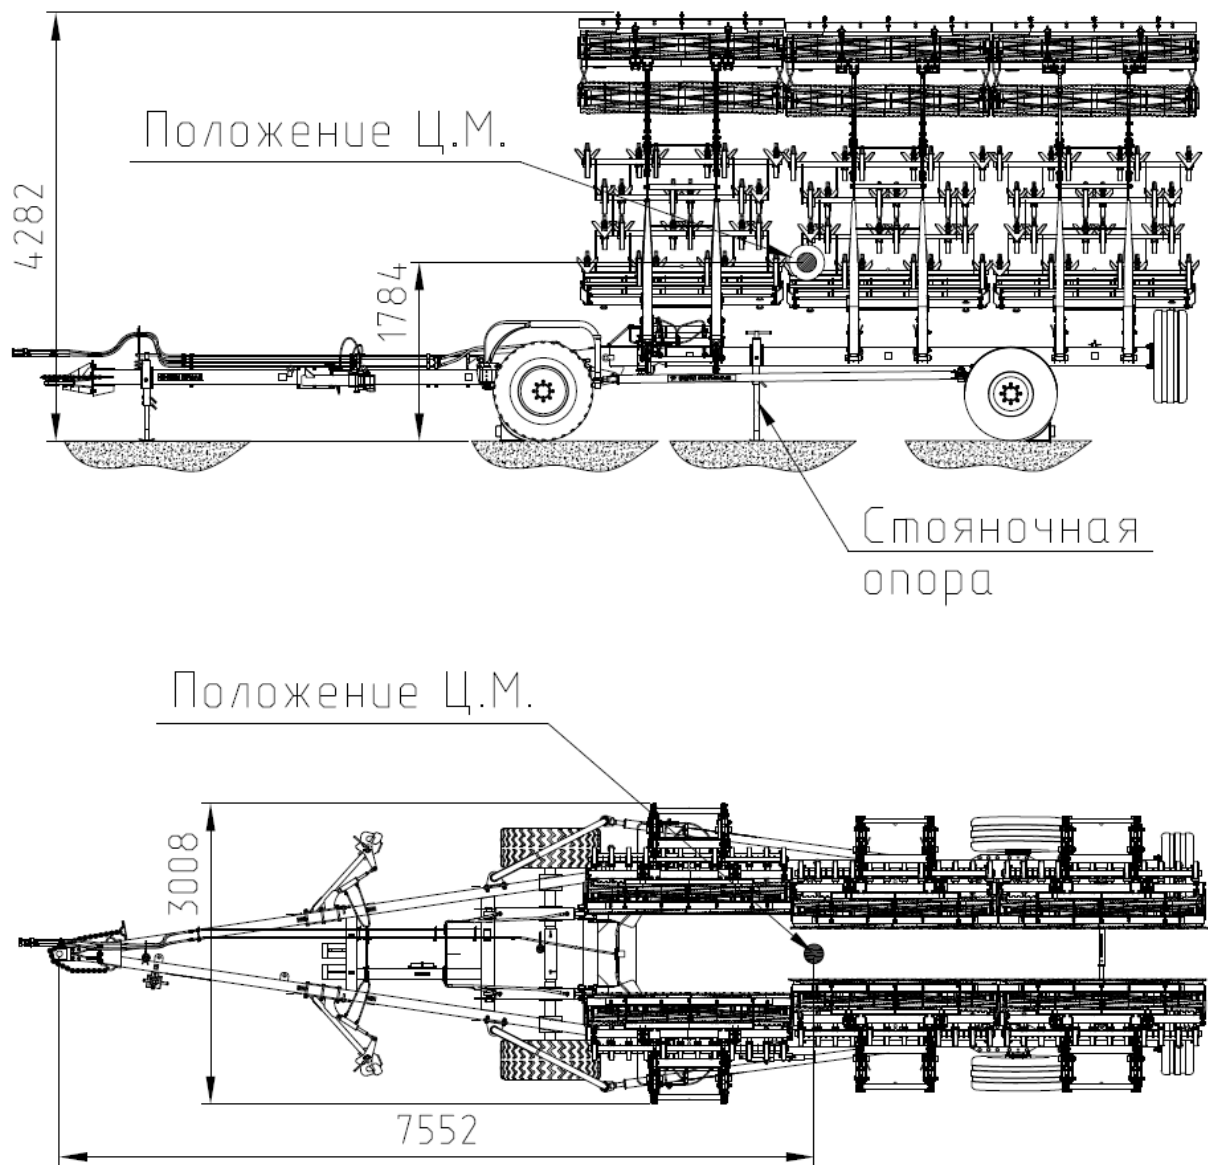

Рис.13 Расположение центра тяжести культиватора.
33. Расположение центра масс.	См. рис.13
- отсоединять культиватор в транспортном положении от трактора без установленным домкратом (рис.13) на боковой балке;